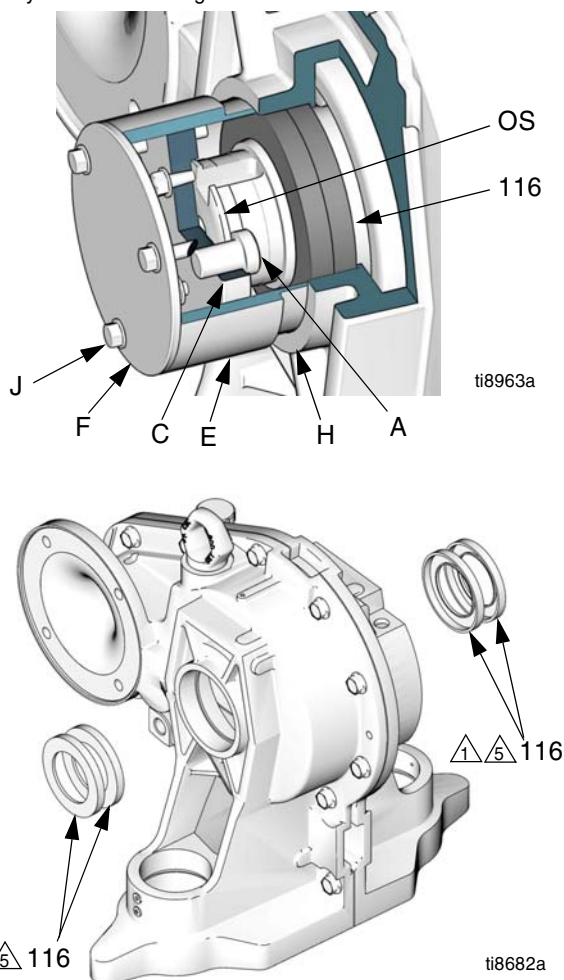

FIG. 9: Tätningssats till reduktionsväxeln
- c. Se FIG. 9. Sätt på **en** utgångstätning (116) på utgångsaxeln (OS) med läpparna vända inåt.
- d. Ta bort plåtskruvarna (D) från verktyget (C). Sätt verktyget (C) på utgångsaxeln (OS) med en skruv (A) i spåret på axeln. Vrid verktyget 90°. Dra åt skruvarna (G) så att det låses på axeln.
- e. Placera monteringsverktyget (E) mot tätningen (116) som på bilden.
- f. Montera verktygskåpan (F) och dra åt skruvarna (J) jämnt så att tätningen bottenar på utgångsaxeln (OS). Arbeta dig runt och vrid varje skruv ett och ett halvt till två varv. Stoppa när verktyget är cirka 3,2 mm från utsidan på huset och du känner att tätningen bottenar i huset.
- h. Gör om med den andra tätningen (116).